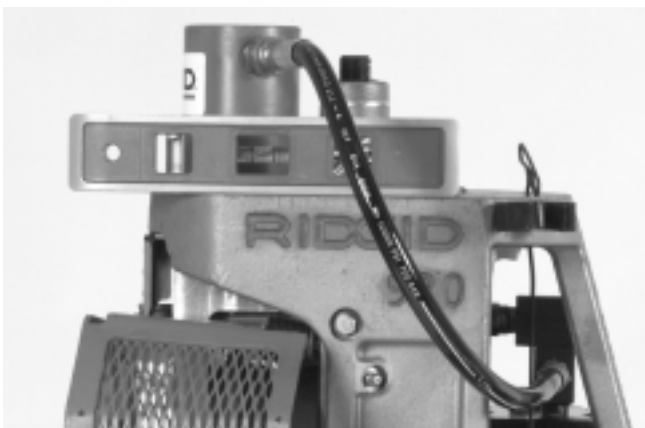

Figure 7 – Nivellement de la rainureuse
8. Assurez-vous de la stabilité et du nivellement de la rainureuse (Figure 7).